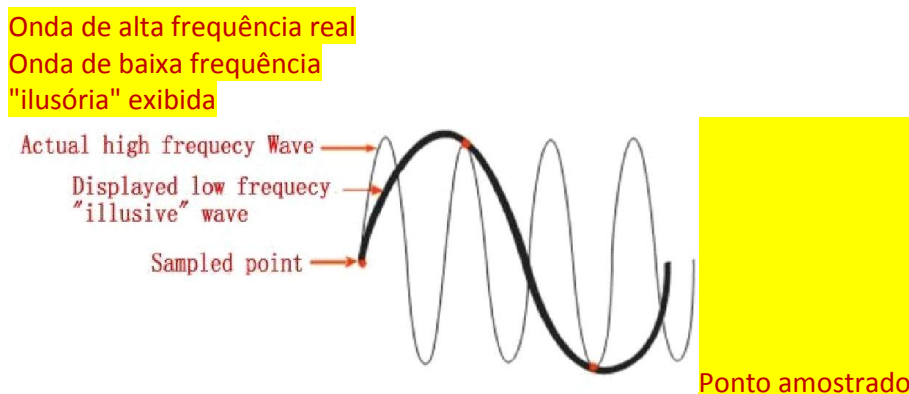

Figura 2-42
**Fenômeno da falsa onda:** O fenômeno da falsa onda aparecerá se o osciloscópio não amostrar o sinal suficientemente rápido e não fizer a gravação da forma de onda precisa, como mostrado na figura 2-42. Para eliminar este tipo de fenômeno, mude para um curso de base de tempo mais rápido ou adote o modo de detecção do valor de pico.